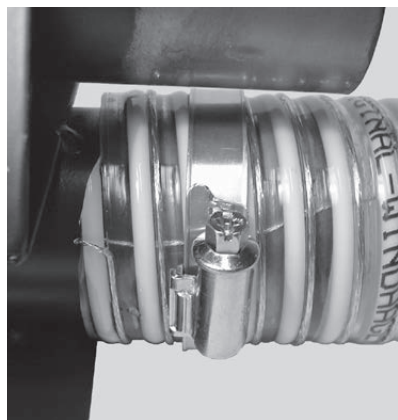

Fig. 13 Montage des colliers
- ▶ Pousser les colliers sur le tuyau et les fixer sur les raccords. Le fil de terre doit ce faisant avoir un bon contact avec les raccords ; si ce n'est pas le cas, limer le revêtement du tuyau. Serrage des colliers – Fig.13.